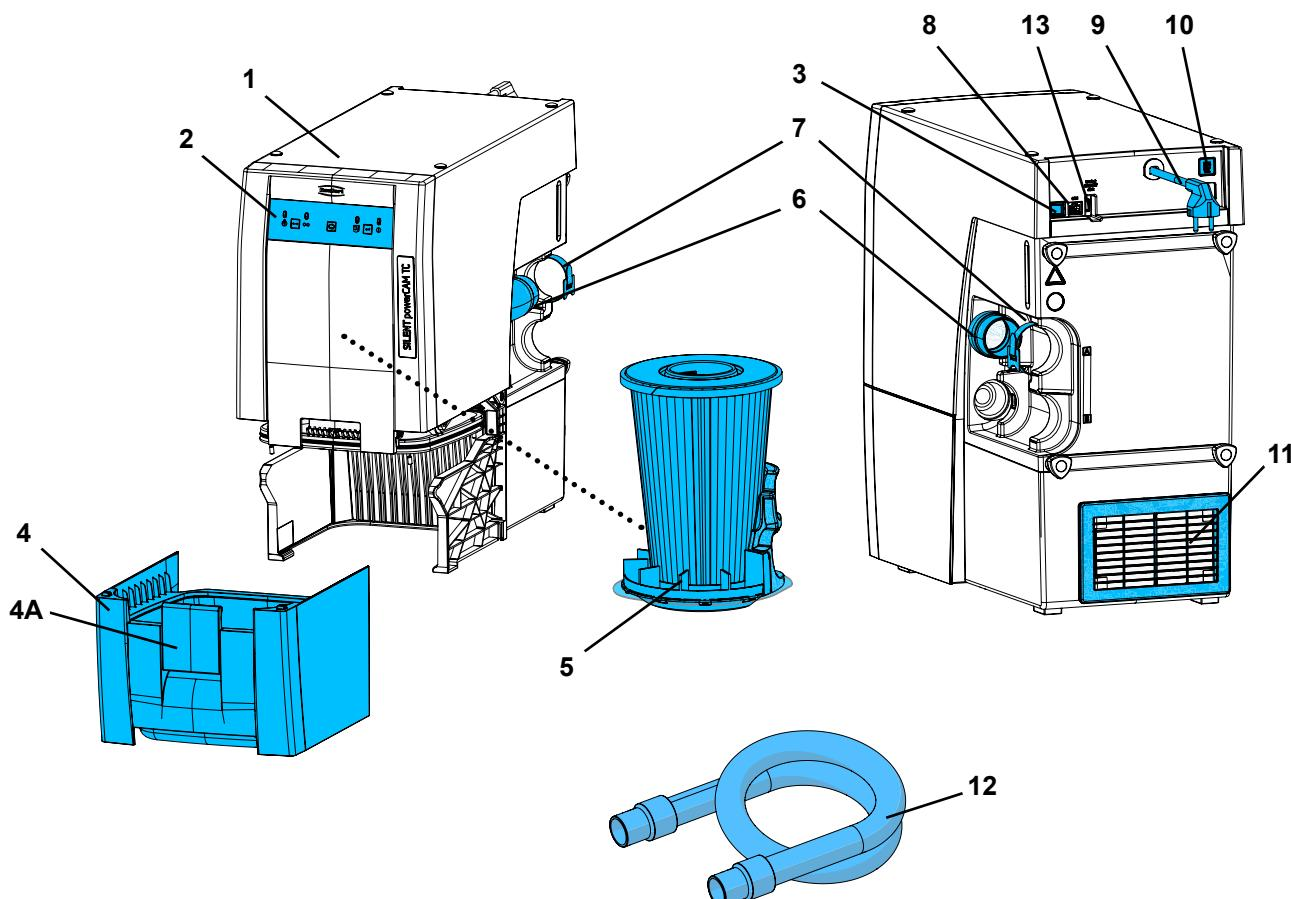

рис. 1
- выходу отработанного воздуха (11, рис. 1) ничего не препятствовало;
- Отверстие на задней стенке шкафа (В), мин. 250 x 120 мм, непосредственно напротив выхода отработанного воздуха (11, рис. 1).
⇒ Оборудование следует выключать с помощью переключателя вкл. / выкл. (3, рис. 1).
⇒ Сетевой кабель (9, рис. 1) следует развернуть и вставить штекер в розетку электросети здания.